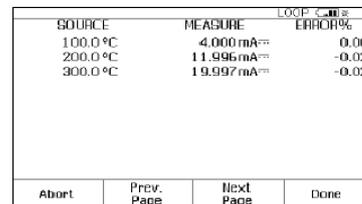

图 10.
12. 完成调整后, 选择“As Left”(调整后)、“Done”(完成)和“Autotest”(自动测试)。观察 0-50-100 % 评估。如果调节成功, 测试后汇总屏幕中的所有误差都应为正常显示(或小于 0.25 %) (图 10)。